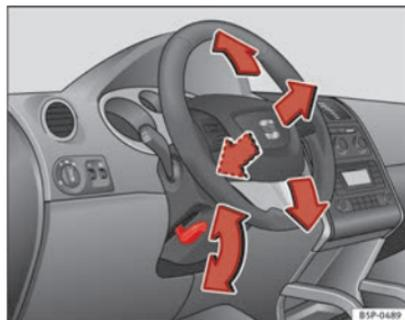

Abb. 137 Lenkradposition einstellen
- Schwenken Sie den Hebel \Rightarrow Abb. 137 unter der Lenksäule nach unten \Rightarrow Δ .